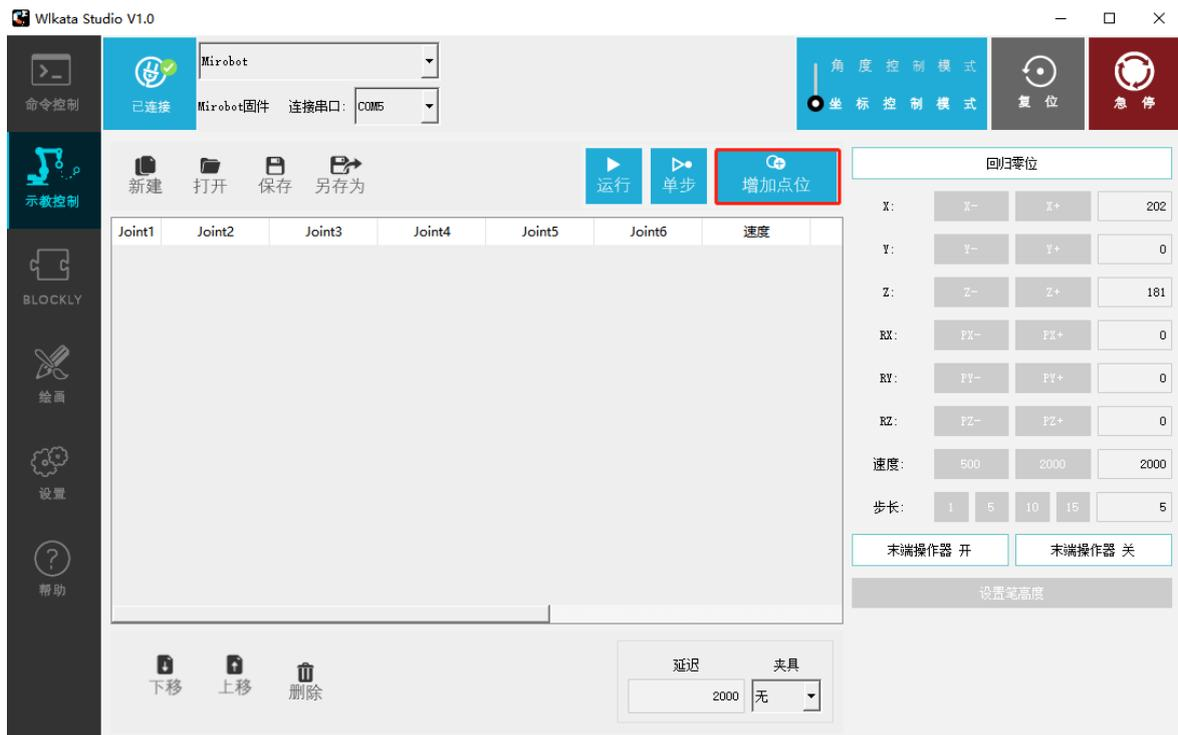

图 2.25 增加示教点
(3) 点击 Wikata studio 右侧的控制按钮可以控制机械臂末端执行机构的空间位置与姿态 (XYZ 坐标和 RPY 角)。当调整到一个满意的示教位置点时, 点击“增加点位”按钮, 增加一个示教点, 如图 2.25 所示。